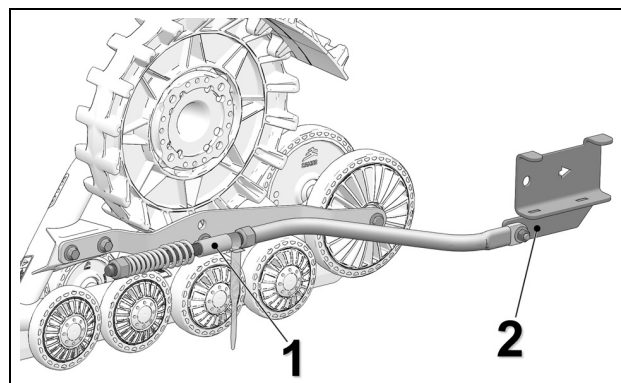

Figure 8
- Le bras stabilisateur doit être fixé au système de traction (1) et à l'ancrage arrière (2) installé au véhicule. Voir la Figure 8.
**NOTE:** L'ancrage arrière (2) installé sur le véhicule peut différer de celui montré dans l'illustration.